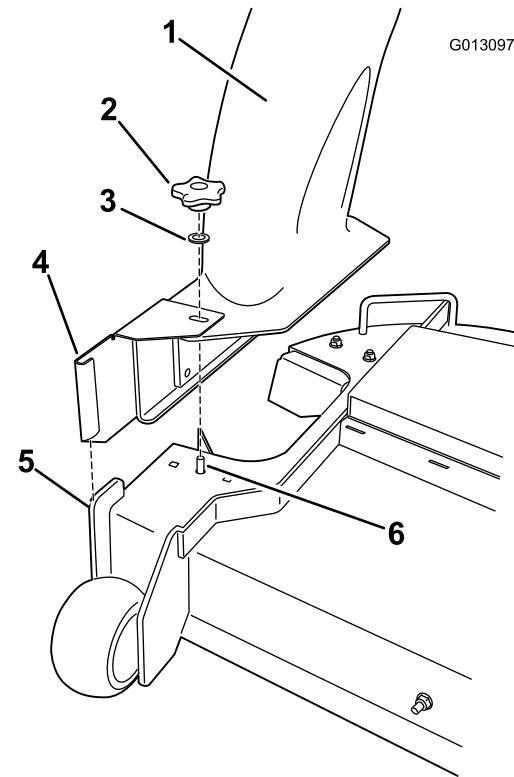

Figure 10
Remarque: L'ouverture sur le haut de l'éjecteur doit être alignée sur le support qui dépasse sur le haut du tablier et la plaque verticale avant doit s'adapter parfaitement avec le support métallique replié de l'éjecteur (Figure 10).
6. Montez une rondelle et un bouton sur le support qui dépasse du haut de l'éjecteur (Figure 10).